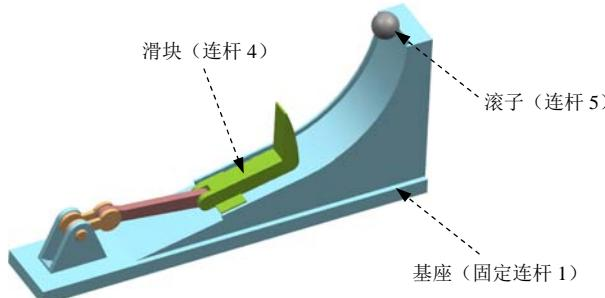

图 6.8.6 定义 3D 接触
Step14. 定义 3D 接触 1。选择下拉菜单**插入(S)** → **连接器(X)** → **3D 接触...**命令，系统弹出“3D 接触”对话框；单击**操作**区域中的 **\*选择体①**按钮，选取图 6.8.6 所示的连杆 5 为操作体；单击**基本**区域中的 **\*选择体①**按钮，选取固定连杆 1 为基本体；在**参数**区域下的**类型**下拉列表中选取类型为**实体**选项；单击**确定**按钮，完成 3D 接触 1 的定义。
Step15. 定义 3D 接触 2。参照 Step14 的操作步骤，选取图 6.8.6 所示的连杆 5 为操作体；选取连杆 4 为基本体。